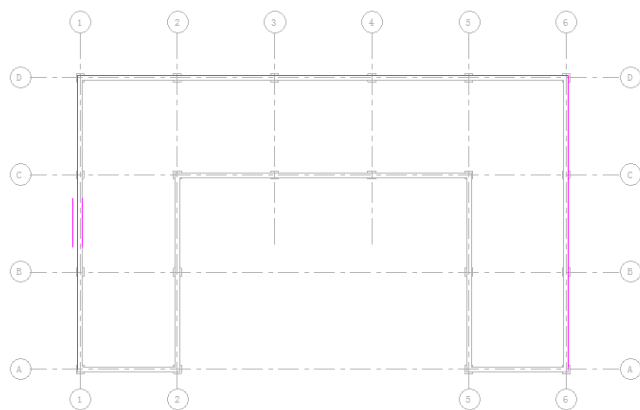

图 11-6 提取边界线
(5) 采用相同的方法，提取其他边界线，结果如图 11-6 所示。